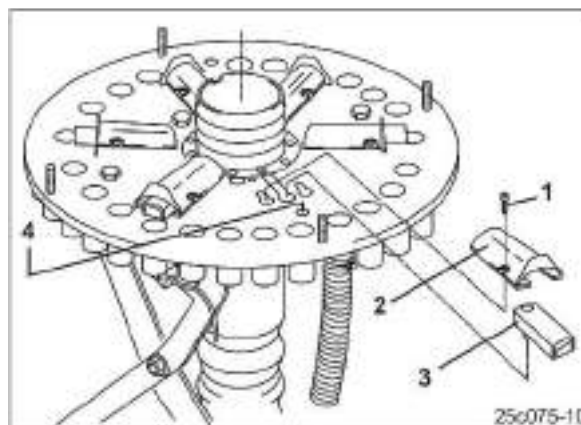

Рис. 125
В случае ненадобности заслонки (Рис. 125/2) деактивируйте. Деактивированные заслонки не закрывают подводящие линии к сошникам техколеи.
5. Открутите болты (Рис. 125/1) lösen.
6. Удалите туннель заслонки (Рис. 125/2) entfernen.
7. Заслонка (Рис. 125/3) установлена, как изображено, в направляющей.
8. Поверните заслонку (Рис. 125/3) и вставьте в отверстие (Рис. 125/4).
9. Прикрутите шахту для заслонок (Рис. 125/2) на монтажной пластине.